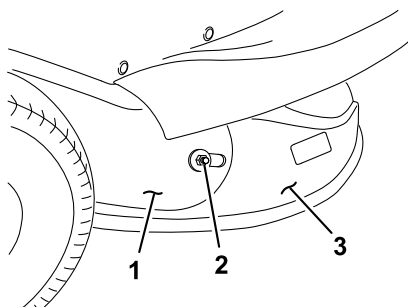

Bild 19
7. Entfernen Sie die Mutter und äußere Scheibe, mit denen der Auswurfkanal am Auswurfrohr befestigt ist (Bild 19).
13. Setzen Sie die Mutter und äußere Scheibe ein, mit denen der Auswurfkanal am Auswurfrohr befestigt ist (Bild 19).